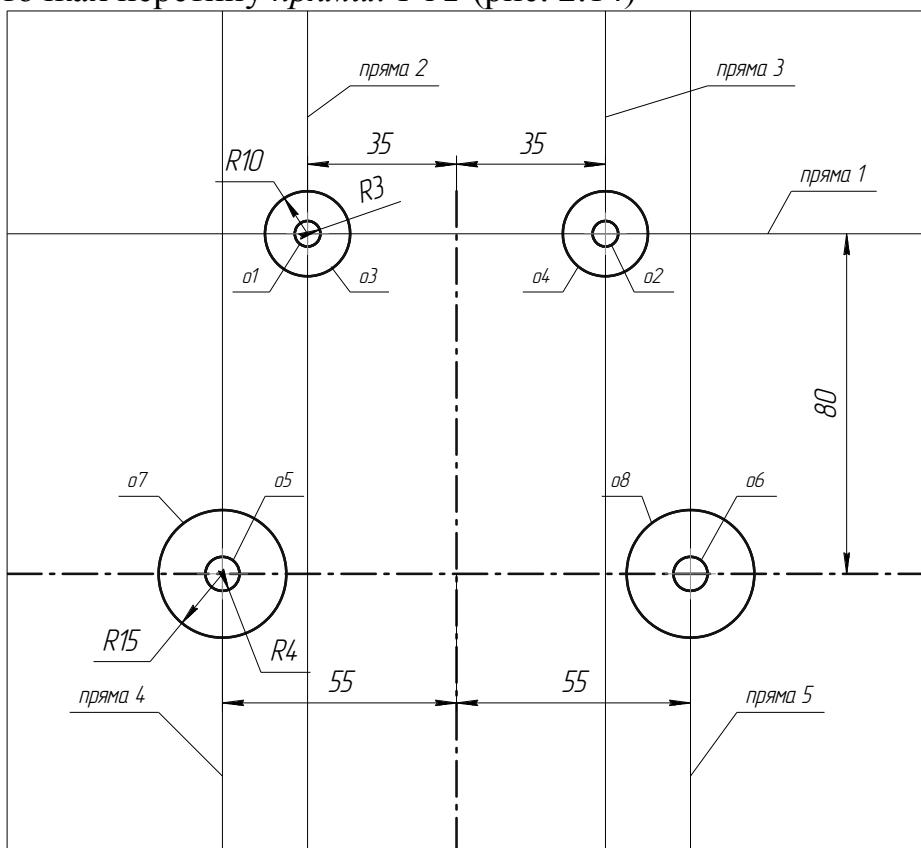

Рис. 2.14
4. Потім за допомогою команди **Окружность** побудуйте два кола $o1$ радіусом 3 мм з осевими лініями і 2 кола $o2$ радіусом 10 мм. Положення центра двох кіл виберіть відповідно в точках перетину *прямих 1 і 2* (рис. 2.14)
6. Побудуйте два кола $o3$ і $o4$ радіусом 4 мм з осями і два кола $o5$ і $o6$ радіусом 15 мм. Положення центра кіл виберіть відповідно в точках перетину *прямої 4,5* і горизонтальної вісі симетрії (рис. 2.14)